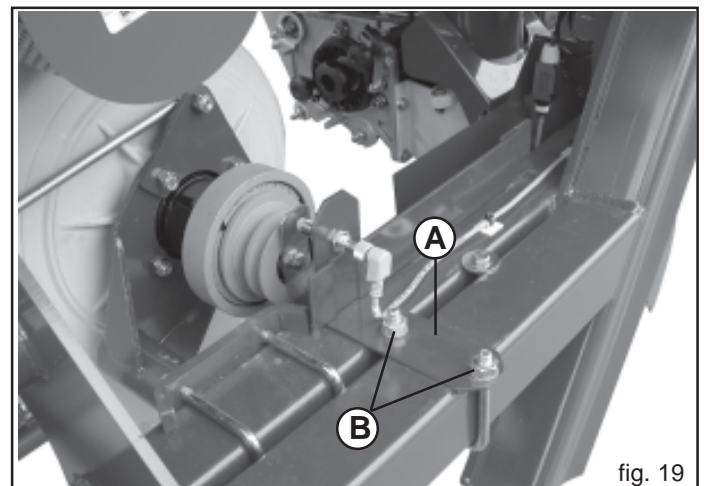

fig. 19
Wenn der Sensor zum Erfassen der Gebläse-Drehgeschwindigkeit (UpM) montiert ist, ist sicherzustellen, dass der Sensor korrekt vor dem Erfassungsbereich positioniert ist (siehe Betriebsanleitung des Zubehörs). Eventuell ist die Sensorhalterung (A Abb. 19) zu verschieben, nachdem die Schrauben (B) gelockert wurden.